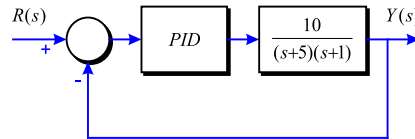

Figura 3-45
**Problema 105** Considereu el sistema de control de la Figura 3-45.